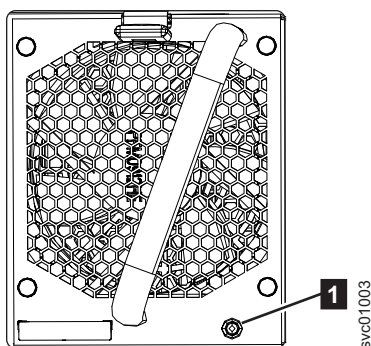

图 120. 风扇模块指示灯
1. 识别要更换的风扇模块。风扇模块前部的淡黄色指示灯（图 120 中的 **1**）点亮时，表示发生故障。